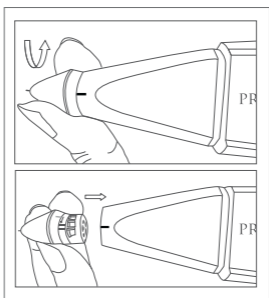

Fig. 1
1. Cuando el probador esté apagado, gire la punta de la sonda en el sentido contrario al de las agujas del reloj y quítela, tal y como se muestra en la Fig. 1.